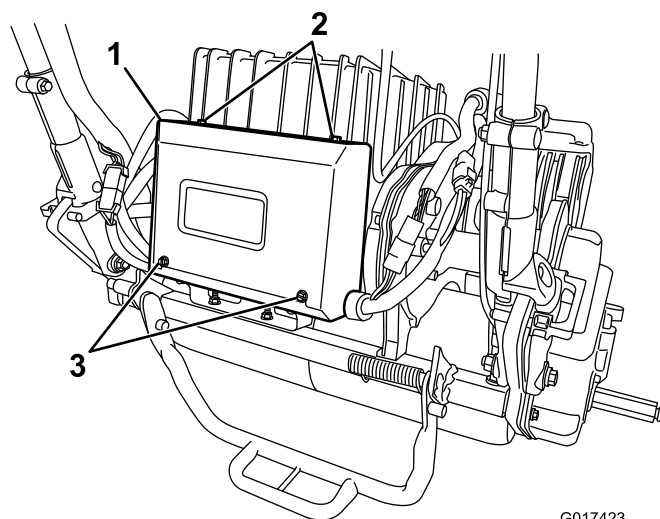

Figura 36
2. Rimuovete le 2 viti posteriori dalla centralina elettrica e allentate le 2 viti superiori, quindi rimuovete il coperchio della centralina (Figura 36).